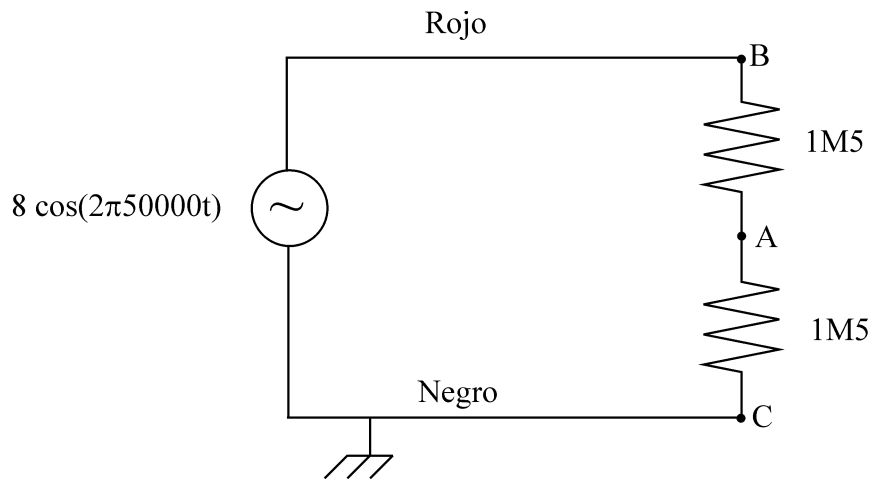

Figura 5.1: Divisor de tensión de dos resistencias de valor  $1M5$ .
En este apartado se montará el circuito de la Figura 5.1 que representa un divisor de tensión para las dos resistencias de  $1M5 \Omega$ . El generador proporciona una señal sinusoidal de  $A$  V de amplitud con una frecuencia de 50 kHz.
Tabla 5.1: Parámetros más importantes medidos con el osciloscopio en el circuito de la Figura 5.1.
**Ejercicio 5.1.** *Indiquen brevemente cómo realizar cada una de las medidas (tensiones  $V_{AC}$ ,  $V_{BA}$  y  $V_{BC}$  según el montaje de la Figura 5.1) utilizando el osciloscopio.*
**Ejercicio 5.5.** *¿Qué ocurriría con el efecto de carga si el circuito de la Figura 5.1 hubiera estado formado por dos resistencias de 10 K $\Omega$ ?*